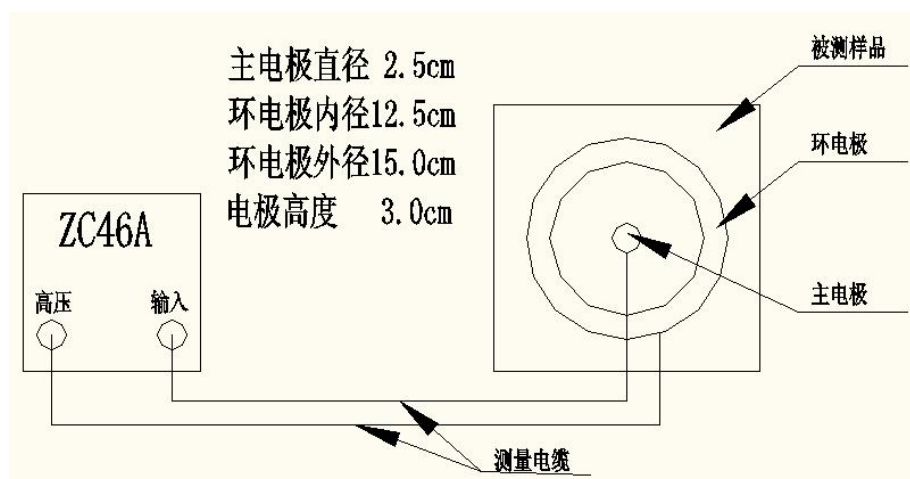

图 7
5.7 配上 ZC46A (本机附带) 电极箱能测量具有抗静电要求的橡胶和塑料表面电阻。将被测试样品放在绝缘性能良好的平台上, 把测试电极放在被试样品表面, 然后用测量电缆使仪器的输入端钮 (输入) 与主电极相连接, 仪器的测试电压输出端钮 (高压) 与环电极相连接, 如图 7 所示。